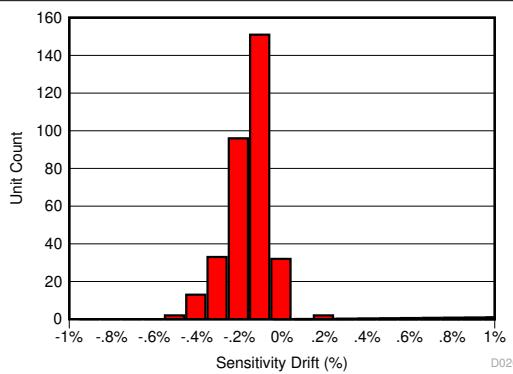
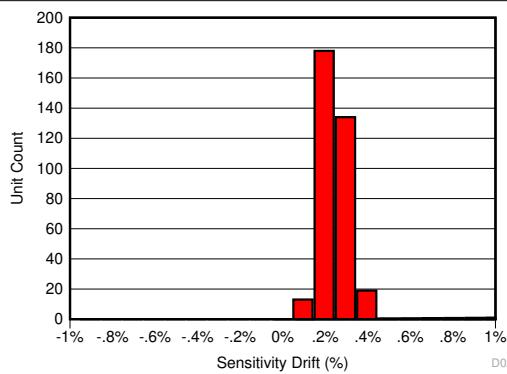
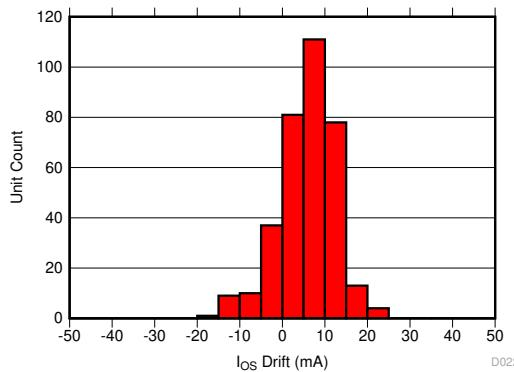

図 9-1. 130°C、85% RH HAST 後の感度誤差
図 9-2. AEC-Q100 高温動作寿命ストレス・テスト後の感度誤差ドリフト
図 9-3. AEC-Q100 高温動作寿命ストレス・テスト後の入力換算オフセット・ドリフト
TMCS1107-Q1 で温度ドリフトを低減するために活用されているのと同じ補償技法を使用すると、経年変化、ストレス、環境条件による寿命のドリフトも大幅に低減できます。一般的な磁気センサは、高い動作温度での経年劣化により、最大 2% から 3% の感度ドリフトが発生します。TMCS1107-Q1 は、3 ロットの AEC-Q100 認定時にワーストケースのストレス試験後に測定された合計感度誤差について、「電気的特性」表に定義されているように、寿命ドリフトが大幅に改善されています。AEC-Q100 認定で定められている他のすべてのストレス・テストでは、感度誤差が規定よりも低く、「電気的特性」表で規定された範囲内でした。ワーストケースのストレス試験である高度加速ストレス試験 (HAST) を 130°C の温度と 85% の相対湿度 (RH) で行った後の合計感度誤差を、図 9-1 に示します。また、AEC-Q100 の規定に従う 1000 時間、125°C の高温動作寿命ストレス試験後の感度およびオフセット誤差ドリフトを、図 9-2 および 図 9-3 に示します。このテストは、デバイスの寿命全体での標準的な動作を模倣しており、一般的な磁気センサに比べて経年劣化によるデバイス性能の変動が大幅に改善される可能性があることを示しています。